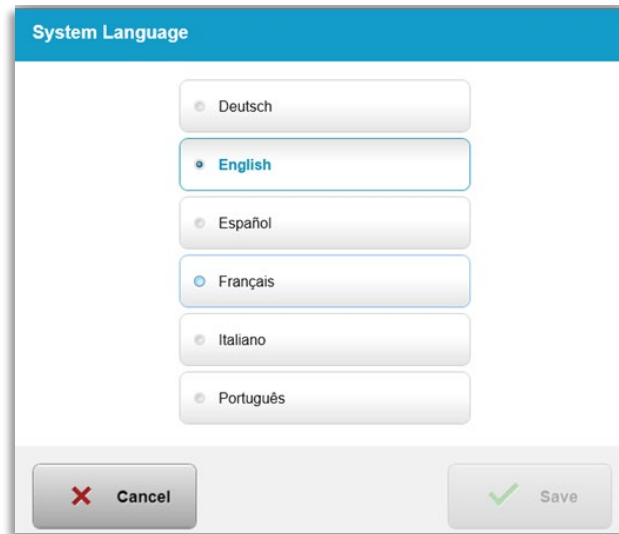

Figura 3-56. Editar el idioma del sistema
- o Seleccione el idioma que desee del menú, tal como se muestra en la figura 3-56.